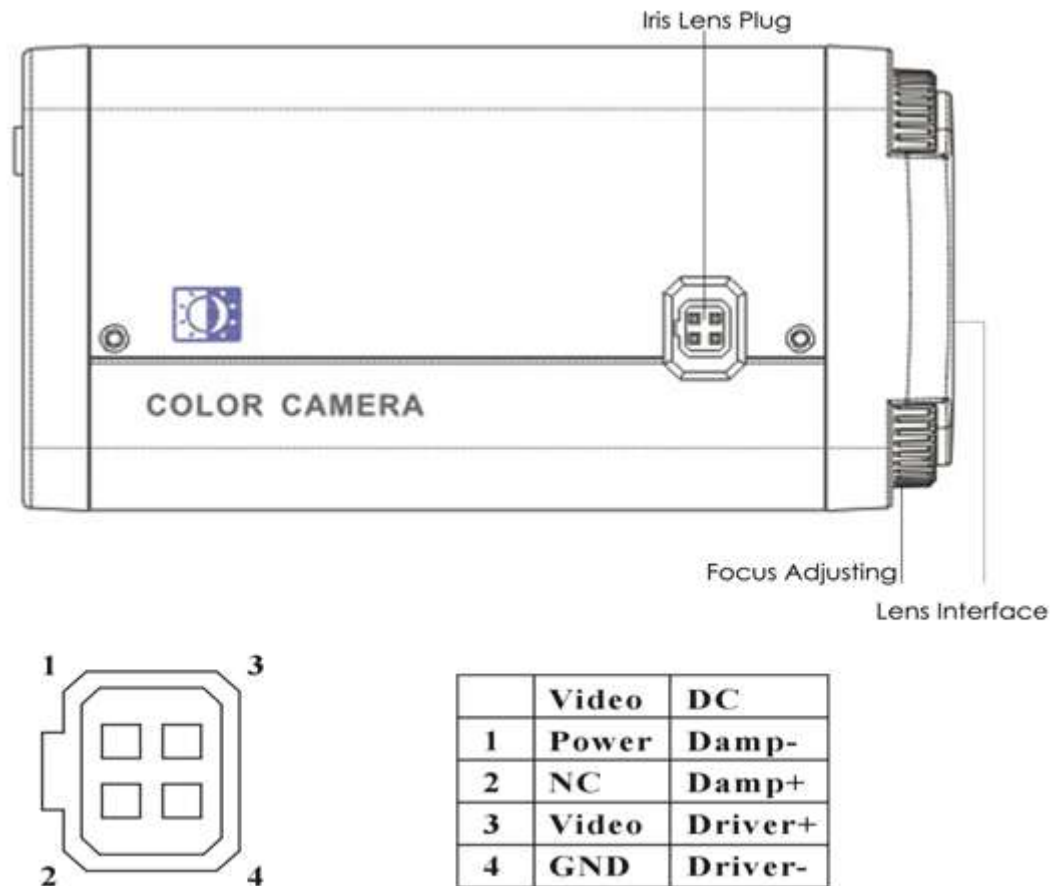

Рис.1.1 Боковая панель камеры в стандартном корпусе
1. **Iris Lens Plug:** Данные модели видеокамер имеют выход на управлении автодиафрагмой. Видеокамера имеет возможность управления автодиафрагмой по видеосигналу или постоянному току. Необходимая распайка контакта для управления по видеосигналу или постоянному току приведена на рис.1.1.